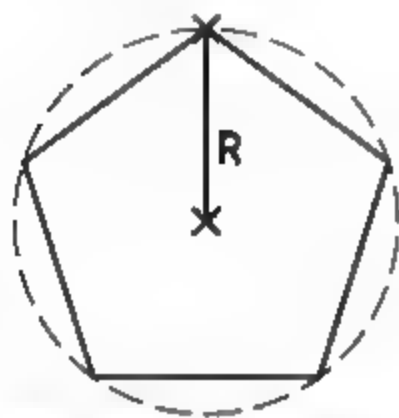

图3-146 内接于圆
- 内接于圆(I): 表示以指定正多边形内接圆半径的方式来绘制正多边形, 如图3-146所示